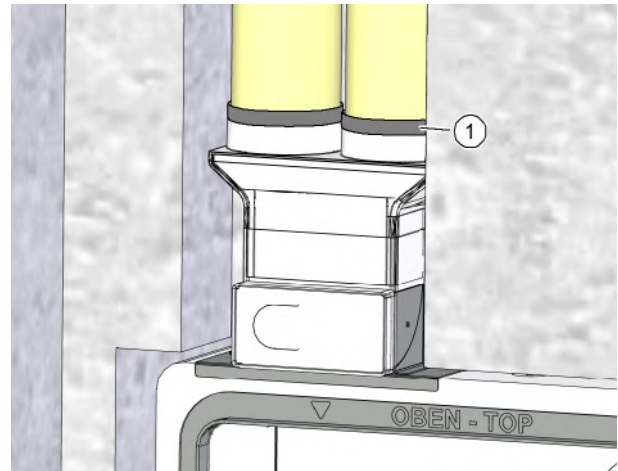

Abb. 20: Flexrohrverbindung mit Dichtband fixieren
- ▶ Setzen Sie die Flexrohre in die Öffnungen des Flexrohranschlusses am Mauerkasten ein und dichten Sie die Verbindungsstelle mit einer Lage Dichtband von 30 mm Breite ab (Pos. 1 in Abb. 20) oder setzen Sie Dichtringe ein. Diese sind als Zubehör M-WRG-FR-DR75 oder M-WRG-FR-DR63 für die entsprechenden Durchmesser erhältlich.